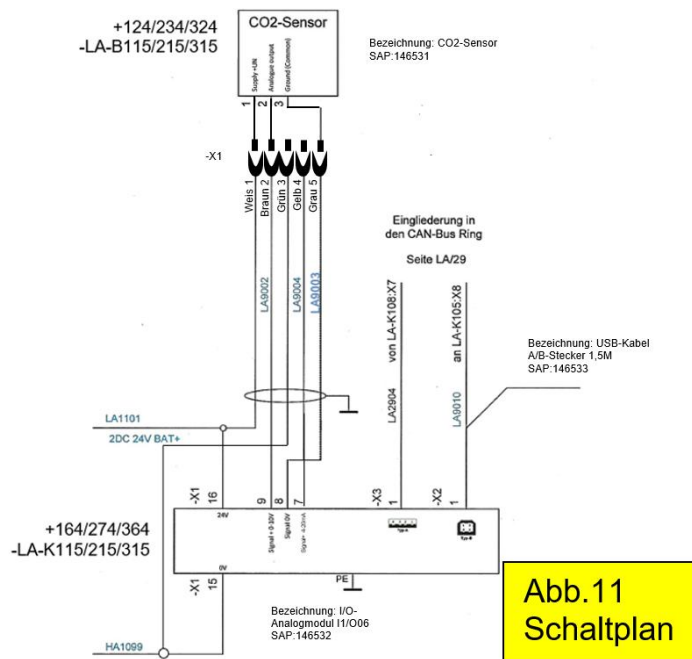

Abb.11
3. Elektrischen Anschluss gemäß Schaltplanausschnitt herstellen (Abb.11).